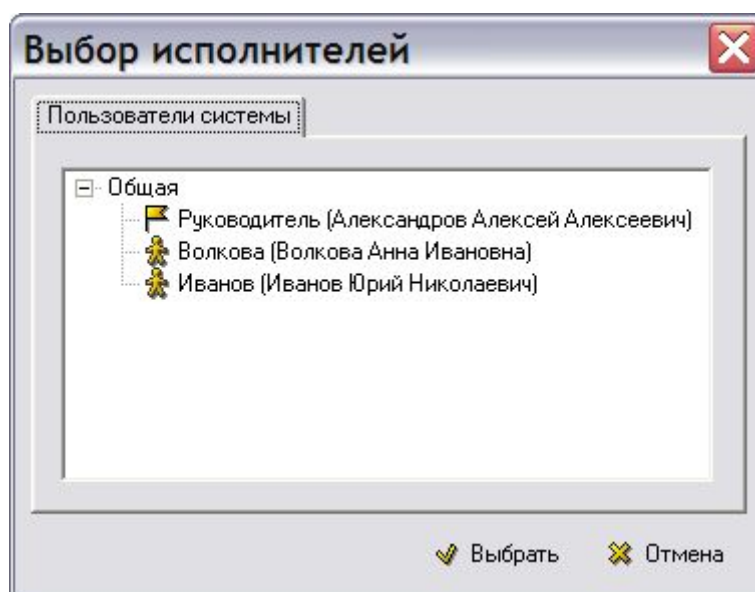

Рис. 2.79
6. На вкладке **Исполнители** для выбора разработчика нажмите на кнопку **Добавить исполнителя** . При этом появится диалоговое окно **Выбор исполнителей** со списком пользователей, назначенных для данного проекта (Рис. 2.79).
7. Выберите группу **Общая** и нажмите на кнопку **Выбрать** (Рис. 2.79).